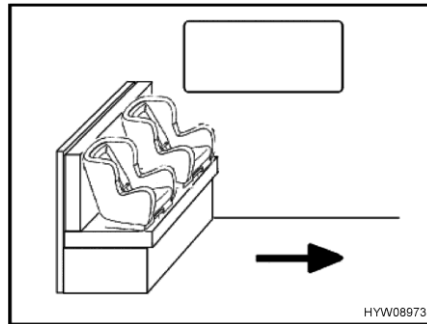
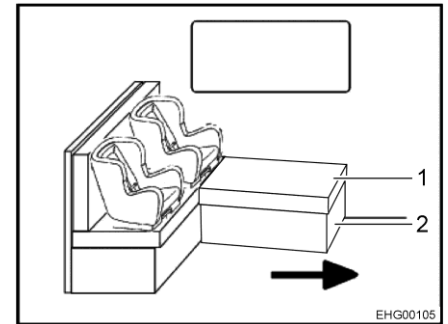

Bild 23 Kindersitze auf Sitzbank
Bild 24 Kindersitze auf L-Sitzbank
Der Pfeil in Bild 23 und Bild 24 zeigt die Fahrtrichtung.
- Das Polster (Bild 24,1) bei Bedarf entfernen.
- Das Truhengestell (Bild 24,2) bei Bedarf zusammenklappen.